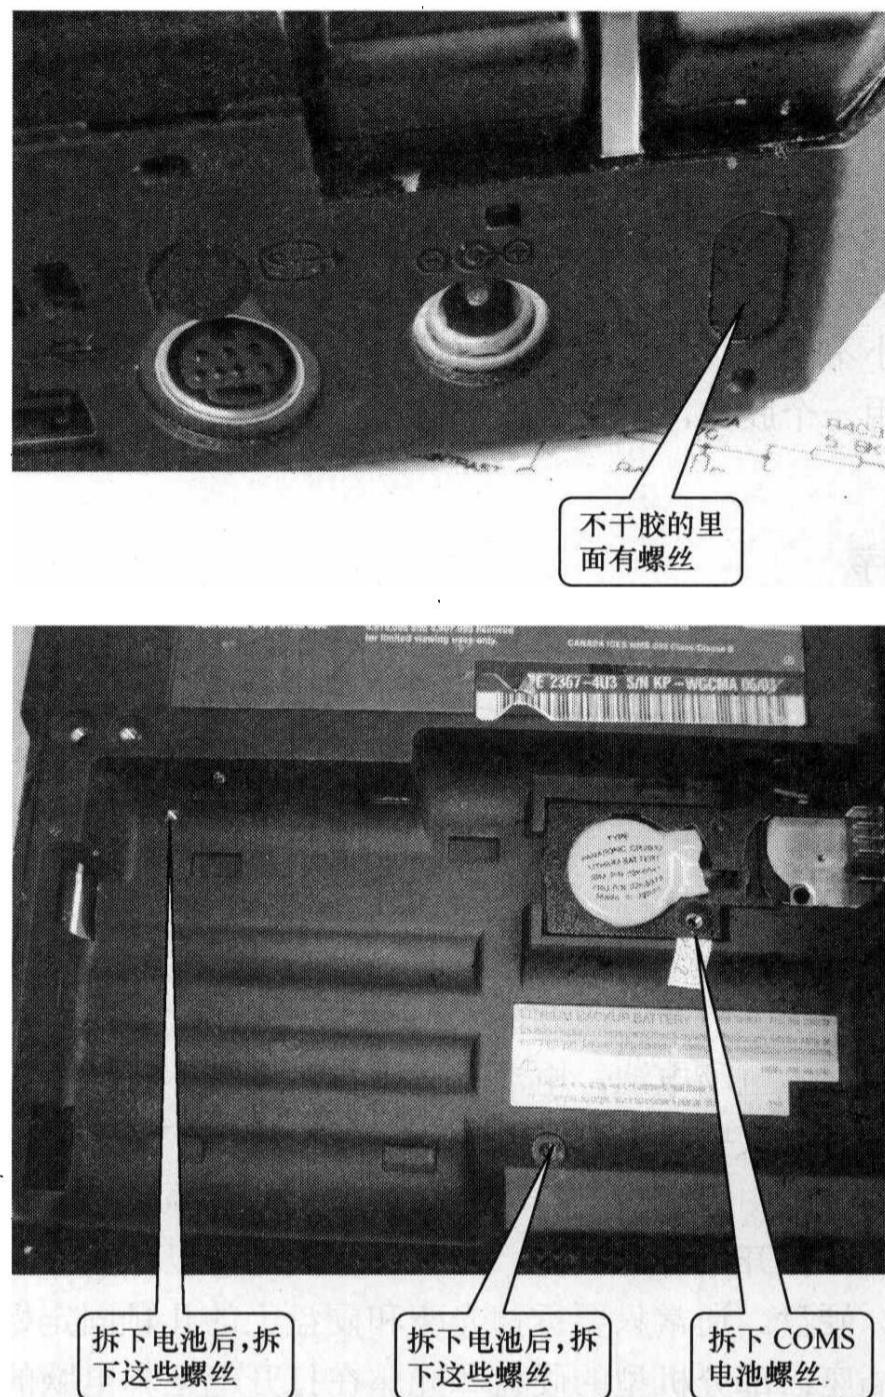

图 1-5 隐蔽的螺丝
(4) 螺丝尚未拆除完，就开始拆卸，可能造成大面积的塑料破损。为了笔记本电脑更加美观，裸露螺丝帽大部分用不干胶掩蔽起来，这时需要撕掉不干胶，拆除螺丝；另外有些螺丝在元件的下面或不容易看见，因此在拆除外壳比较困难的时候，需要看看是不是还有螺丝没有拆除。常见的电池下面或标签下面就有螺丝，如图 1-5 所示。